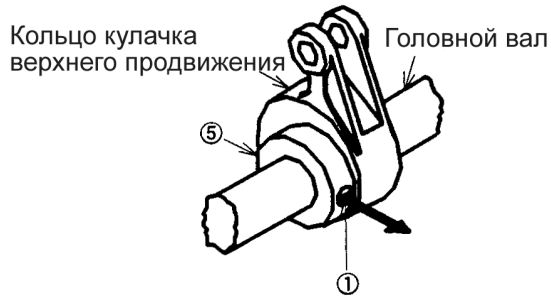

Рис. 29
<ol style="list-style-type: none"> 1. Установите шкалу стежков на 6 мм. 2. Ослабьте два установочных винта ① в пальчике эксцентрика регулировки продвижения ② для регулировки длины стежка. Направление А → увеличивается шаг стежков обратного продвижения. Направление В → увеличивается шаг стежков нормального продвижения. 3. После регулировок, плотно зажмите установочные винты. <p>(Стандартное положение)</p> <ul style="list-style-type: none"> • Когда направление паза пальчика эксцентрика установлено справа, как показано на рис. 29, значения нормального и обратного продвижения приблизительно одинаковые. 	<ul style="list-style-type: none"> • Длина стежков нормального продвижения и обратного могут не совпадать.